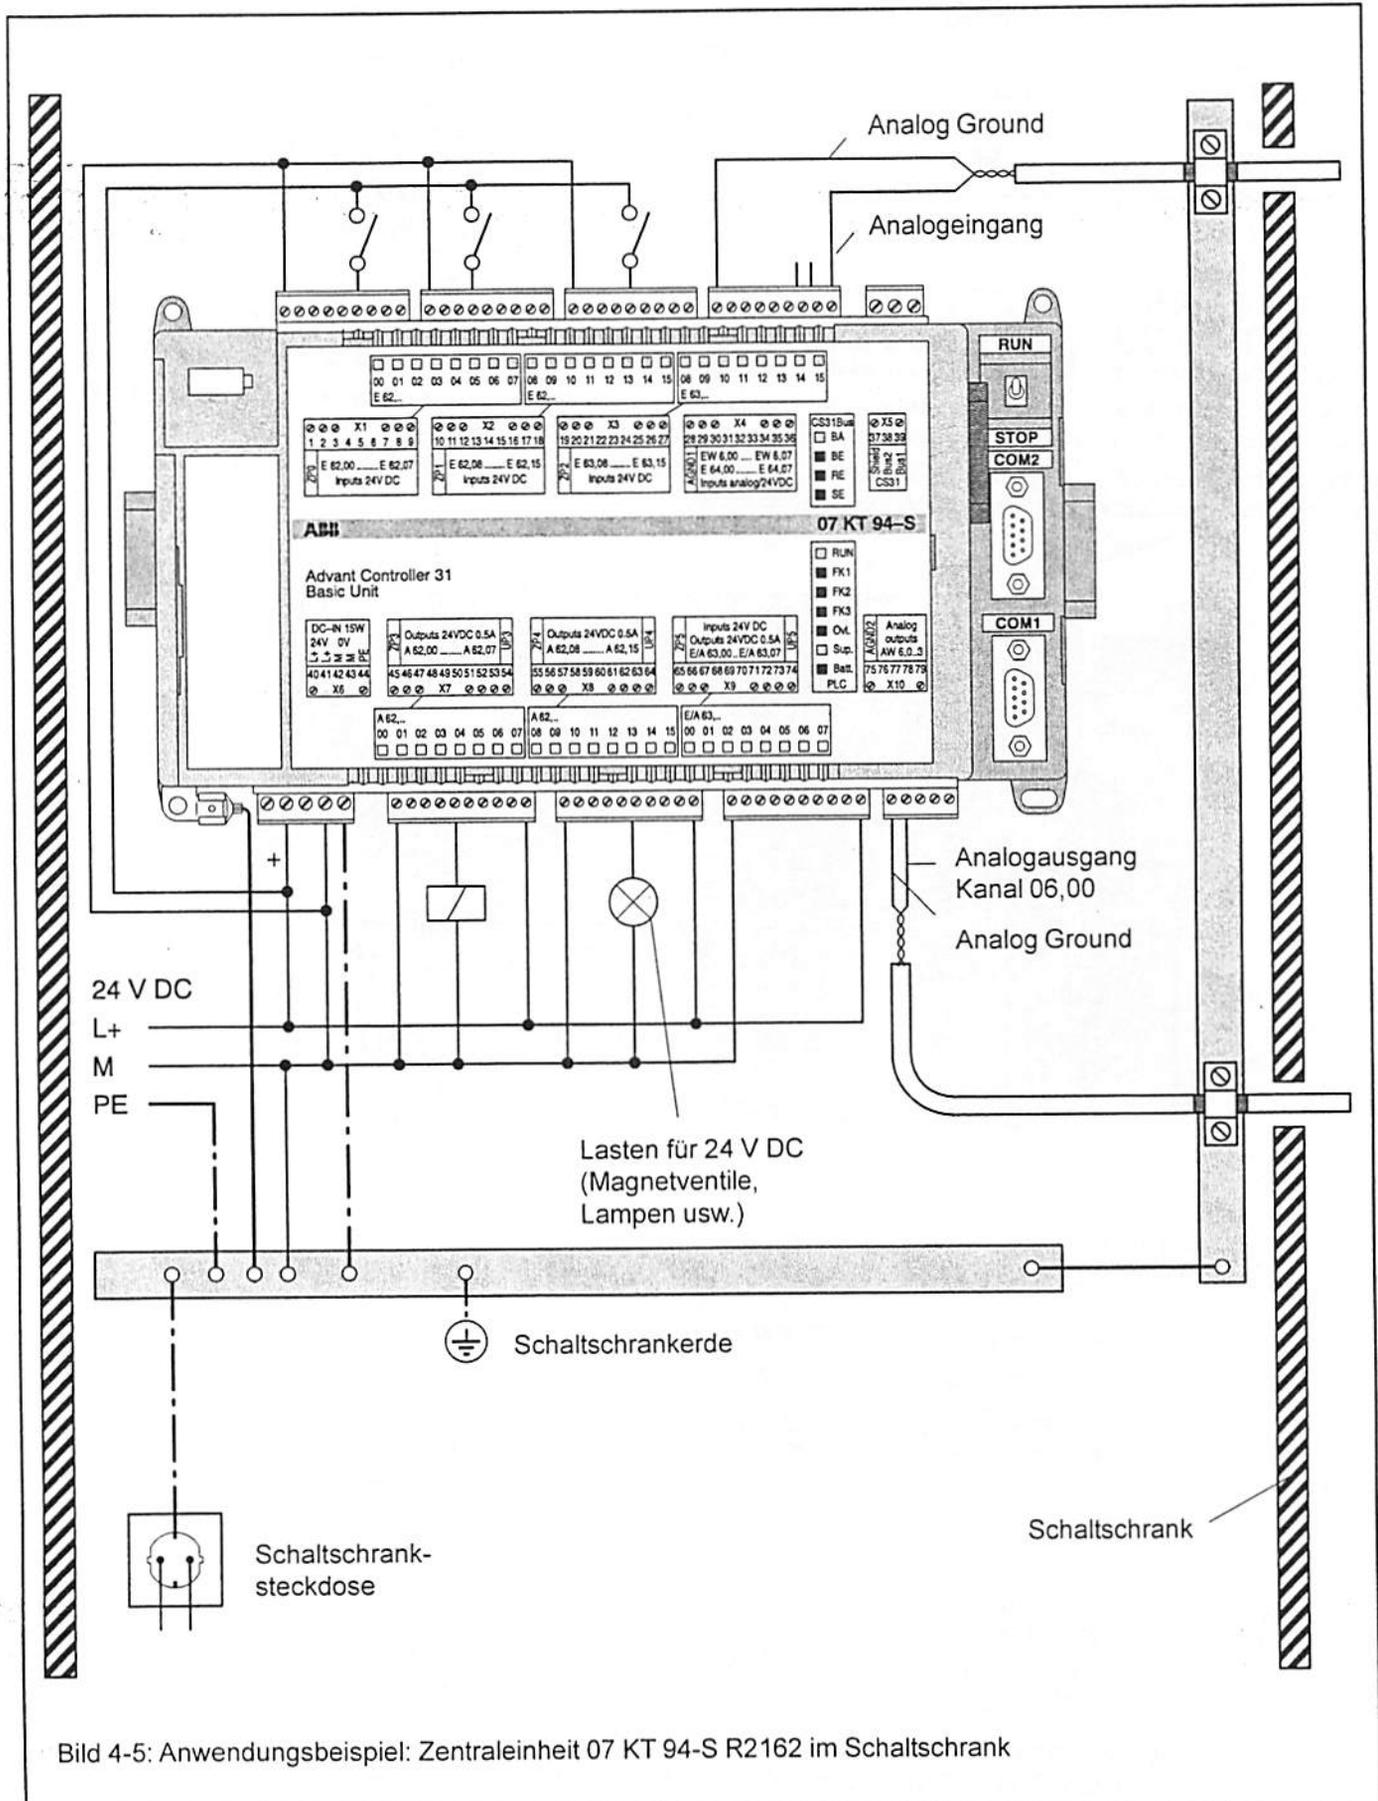

Bild 4-5: Anwendungsbeispiel: Zentraleinheit 07 KT 94-S R2162 im Schaltschrank
- Analoge Signalleitungen werden in abgeschirmten Kabeln geführt (siehe Bild 4-5).